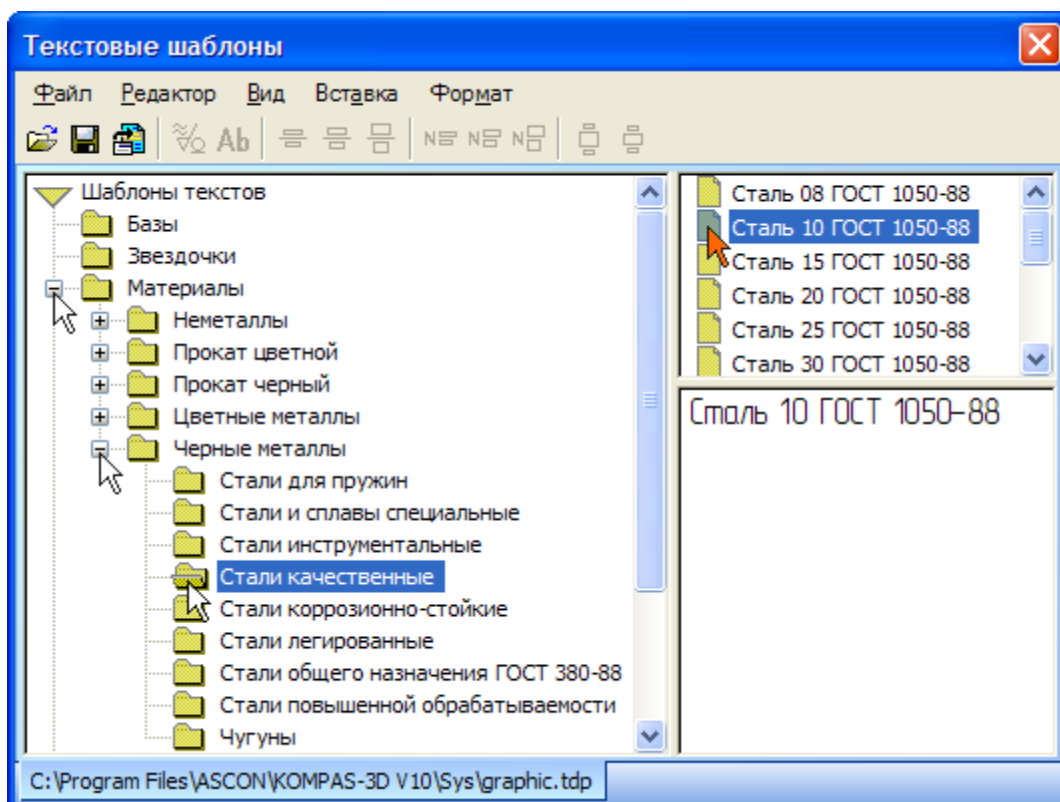

Рисунок 78
- Выполните двойной щелчок на строке Сталь 10 ГОСТ 1050-88. Окно файла текстовых шаблонов будет закрыто, а указанное значение будет передано в основную надпись (рис. 78).